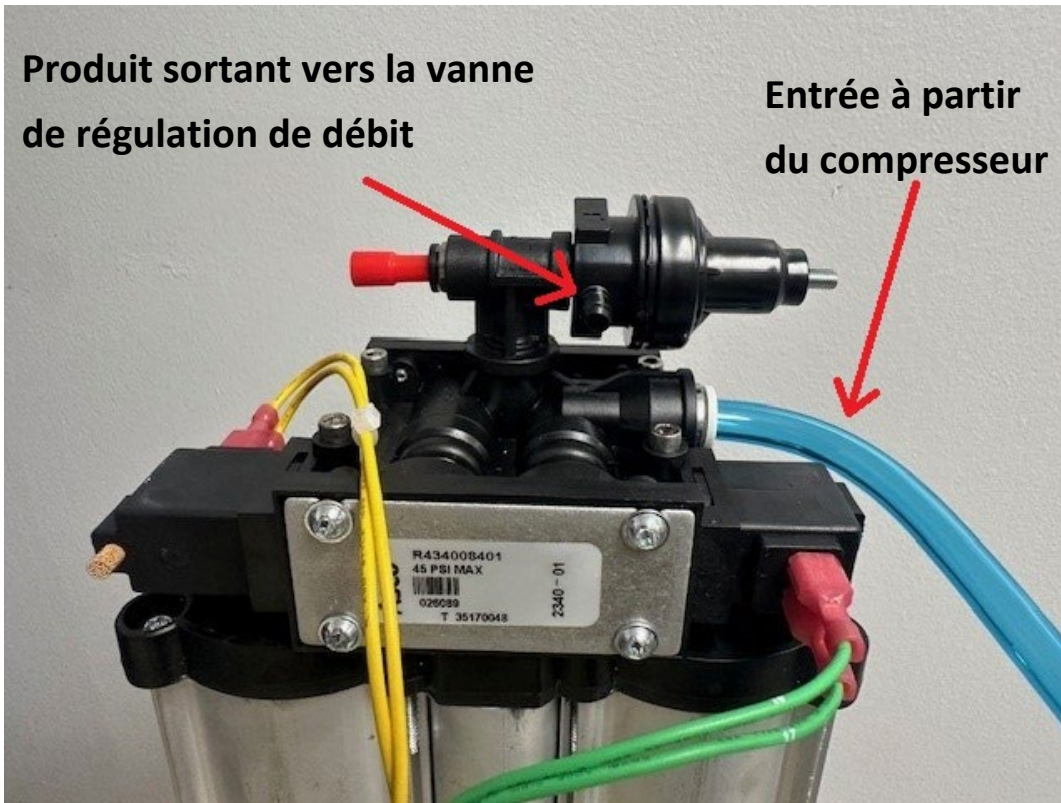

Figure 5.1.1 Configuration de fonctionnement normal
- b. Retirer le tuyau d'alimentation en air de la vanne de régulation et installer le raccord en T de l'orifice d'essai. (Voir les Figures 5.1.1 et 5.1.2 ci-dessous pour la configuration de fonctionnement normal et la configuration du port d'essai).
- c. Retirer le tube de la vanne de régulation et installer le té de l'orifice d'essai (voir les Figures 5.1.1 et 5.1.2 ci-dessous pour la configuration de fonctionnement normal et la configuration de l'orifice d'essai).